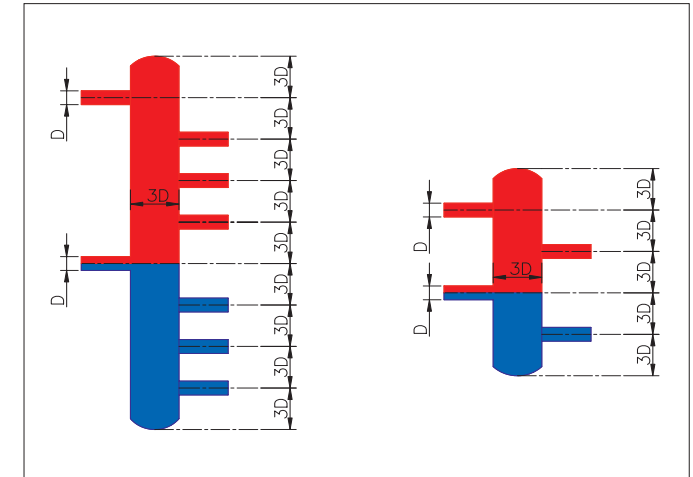

Рисунок 3.
Термогидравлический распределитель и гидравлический разделитель конструктивно представляют собой вертикально установленную перемышку большого диаметра (**рисунок 3**). За счет большого диаметра (по отношению к диаметру трубопровода котлового контура) быстро гасится скорость теплоносителя в термогидравлическом распределителе (или гидравлическом разделителе). Гидравлическое сопротивление такого устройства пренебрежительно мало по отношению к сопротивлению контуров отопления и котла. Таким образом, между котлом и контурами отопления появляется буфер с практически нулевым сопротивлением, то есть контуры отопления никаким образом не будут оказывать влияние на контур котла и расход теплоносителя через котел. Функцию гидравлического разделения котлового контура и контуров отопления выполняют оба этих устройства.
3. Для определения размеров термогидравлического распределителя и гидравлического разделителя необходимо использовать правило 3-х диаметров ($3D$) либо специальное программное обеспечение. Между осями любых двух подсоединений к термогидравлическому распределителю (гидравлическому разделителю) должно быть расстояние не меньше, чем 3 диаметра (**рисунок 3**). Из **рисунка 3** видно, что высота гидравлического разделителя гораздо меньше, чем высота термогидравлического распределителя.